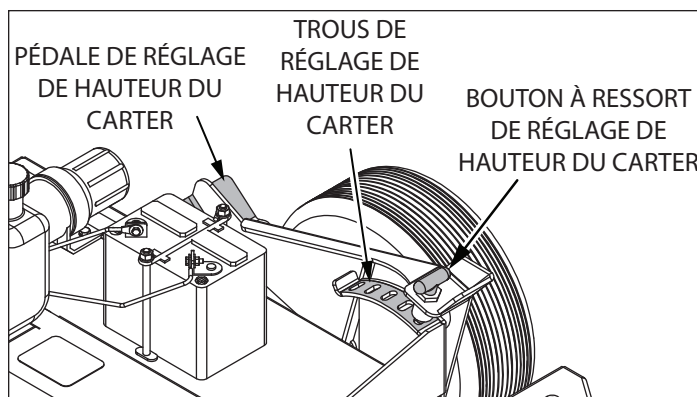

FIGURE 6 : RÉGLAGE DE HAUTEUR DU CARTER DE FAUCHEUSE.
- a. Appuyer du pied sur la pédale de réglage de hauteur du carter. **VOIR FIGURE 6**